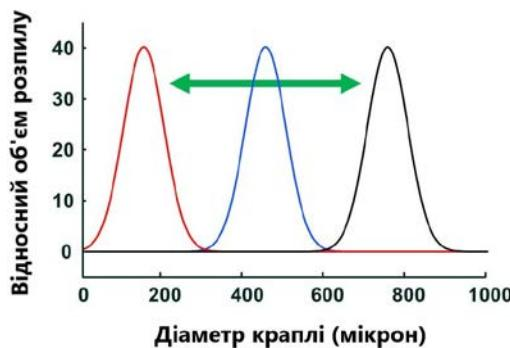

Рисунок 3. Зсув у спектрі розміру крапель від середнього до дрібного чи грубого, що можна досягти без зміни об'єму води.
- **Незалежність якості розпилу:** має бути можливість легко регулювати якість розпилу, не впливаючи на об'єм носія чи швидкість крапель, і навпаки (рис. 3). Тоді можна досягти переходу до більш грубого або дрібнішого розпилу, не ускладнюючи. Тут досягнуто певного прогресу.